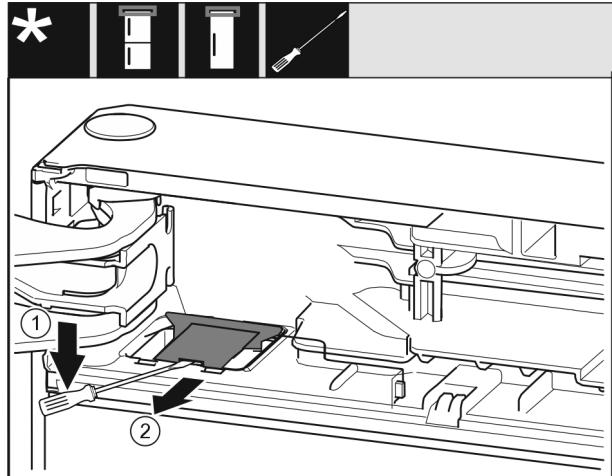

Fig. 10
- Используя шлицевую отвертку, освободите и поднимите крышку. Fig. 10 (1)
► Извлеките крышку. Fig. 10 (2)